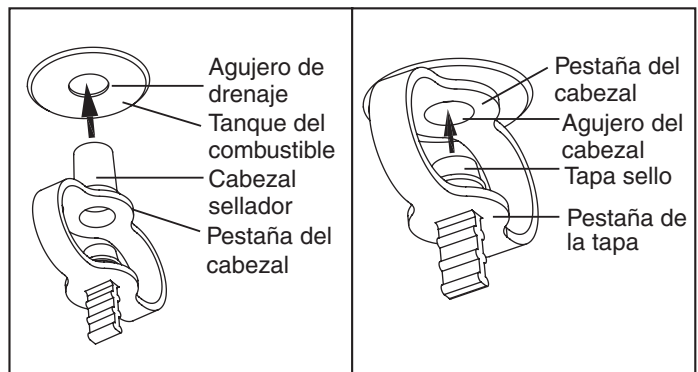

Figura 9
5. Vuelva a instalar el tapón de drenaje como sigue: (Únicamente para el modelo DFA-125) (Ver Figura 9)